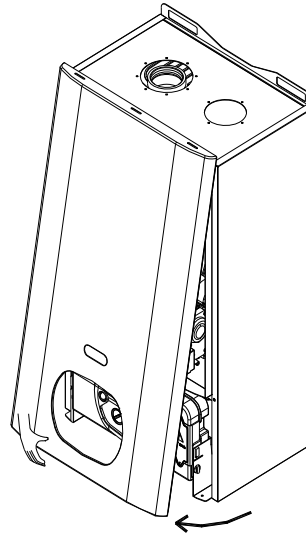
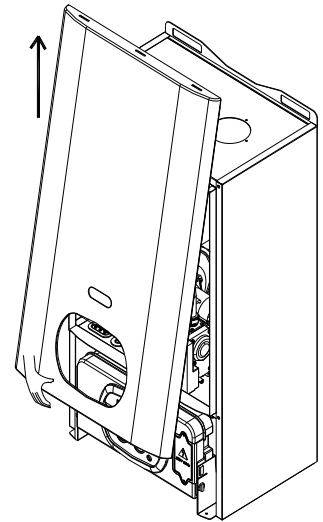

Fig. 1
Fig. 2
- Saisir le panneau par le bas et tirer vers soi (fig. 1), l'extraire avec un mouvement vers le haut (fig. 2)